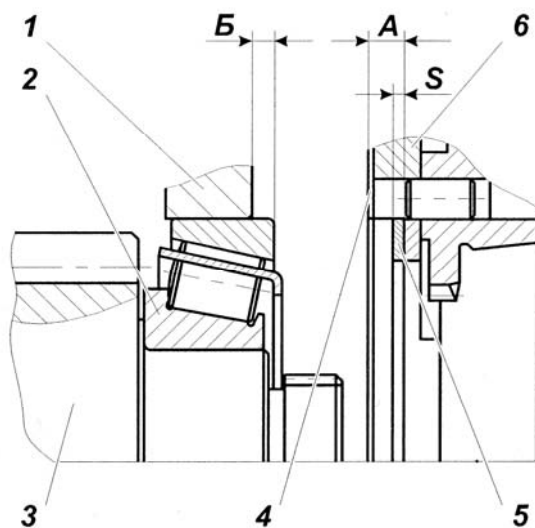

Рис. 105:
3.1 Замерить абсолютные величины размеров А (между торцами уплотнительной прокладки и проставки) и Б (между торцами картера и подшипника) рис. 105. При этом, торец ступицы шестерни привода промежуточного вала должен быть плотно (под усилием собственного веса вала) прижат к торцу технологического приспособления, а наружное кольцо заднего подшипника - к роликам.
4 Демультипликатор с установочными прокладками, подобранными по п. 3, пристыковать к картеру коробки передач, обеспечив затяжку болтов крепления демультипликатора к коробке передач с  $M_{кр}=215,74...274,5$  Н·м (22...28 кгс·м). Перед установкой демультипликатора на уплотнительную прокладку поз. 5 (рис. 105) с обеих сторон нанести герметик УГ-9 ТУ 6-01-1326-86 или УГ-6 ТУ 6-01-1285-84 непрерывной полосой шириной 2...3 мм по контуру.